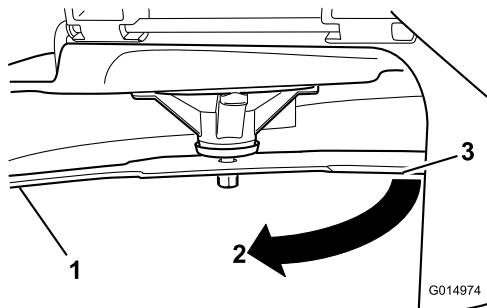

Figure 63
3. Seconde distance mesurée entre la lame et la surface (B)
4. Tournez la même lame de 180 degrés pour amener l'autre tranchant à la même position (Figure 63).